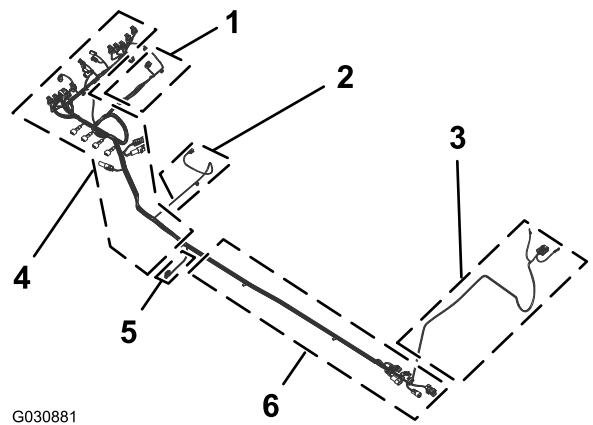

图110
- 找到新电气线束的 165cm 支管和 203cm 支管 图110。